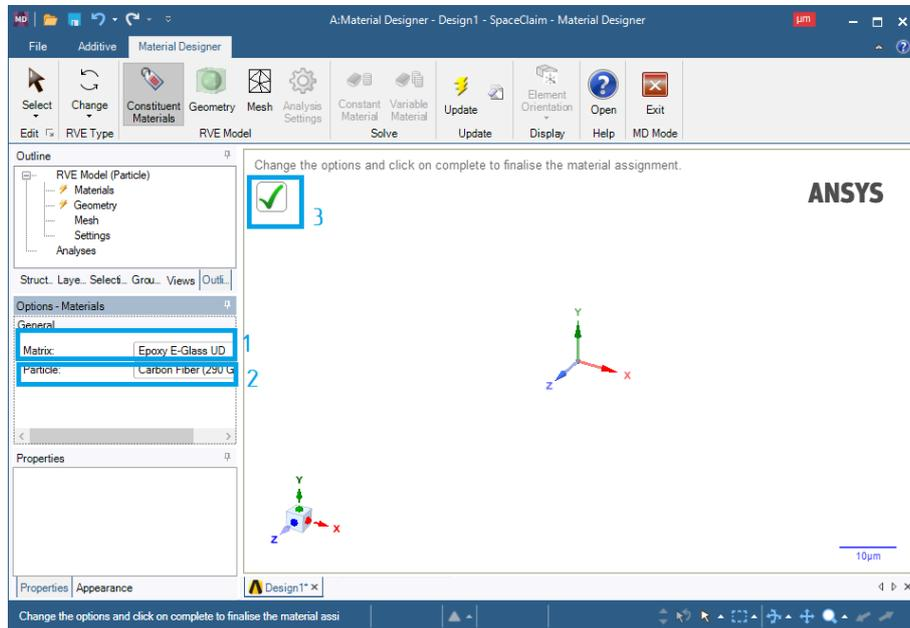

Рис. 5. Присвоение материалов
5. В появившейся слева панели присваиваем материал матрицы/наполнителя (1) и частицы/волокон (2) (рис. 5), после чего применяем изменения (3).